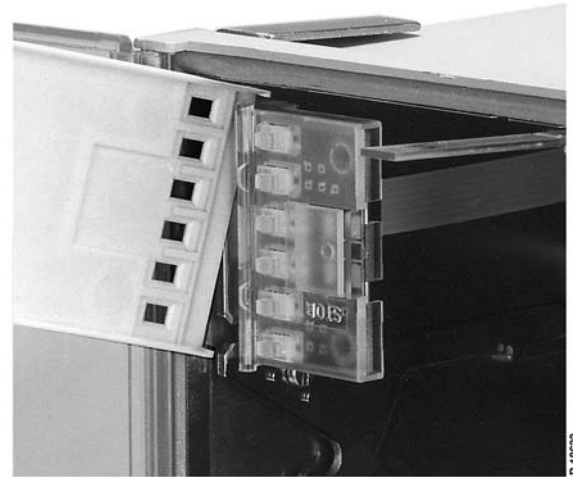

Bild 15 Skale auswechseln
4.2 Skale auswechseln (siehe Bild 15)